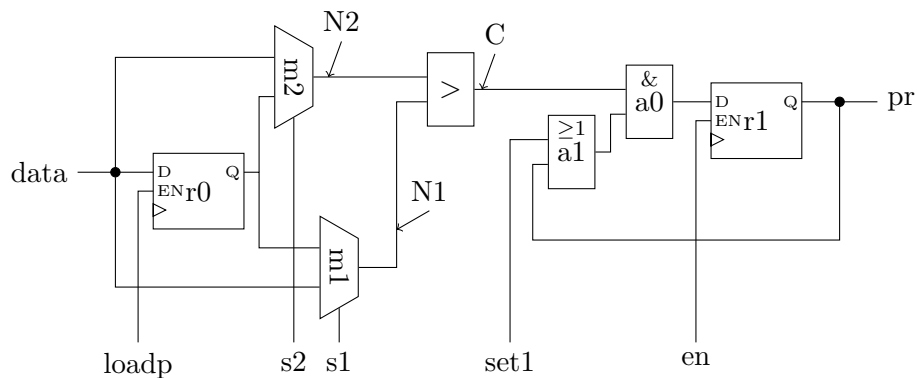

Abbildung 4: Serielle Architektur zur Entscheidung ob der Punkt innerhalb des Rechtecks liegt
- In Abbildung 4 ist eine Datenpfadarchitektur dargestellt.